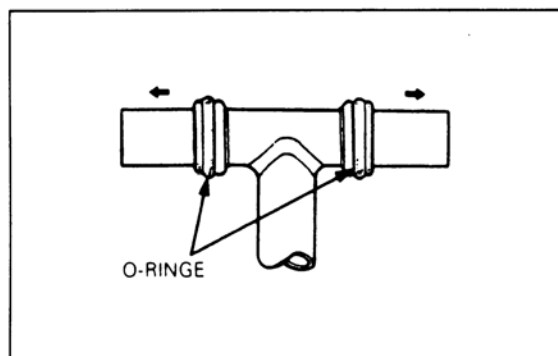

Bild 158
- Ölsieb/Öldichtring, Ölrohr und O-Ringe an Ölpumpe anbringen. O-Ringe so am Ölrohr anbringen, dass abgeschrägte Seite nach aussen weist (Bild 158).